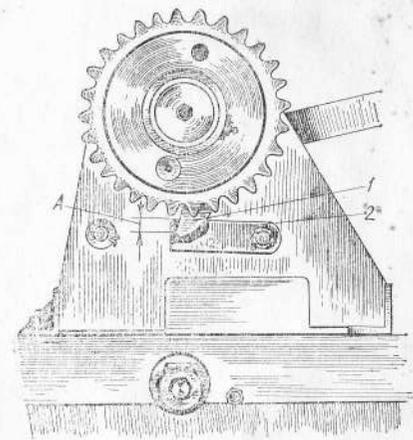

Рис. 48. Перекрытие упора собачкой муфты включения:
6. Регулировка перекрытия упора собачкой муфты включения. При выключенном вязальном аппарате упор 2 (рис. 48) должен